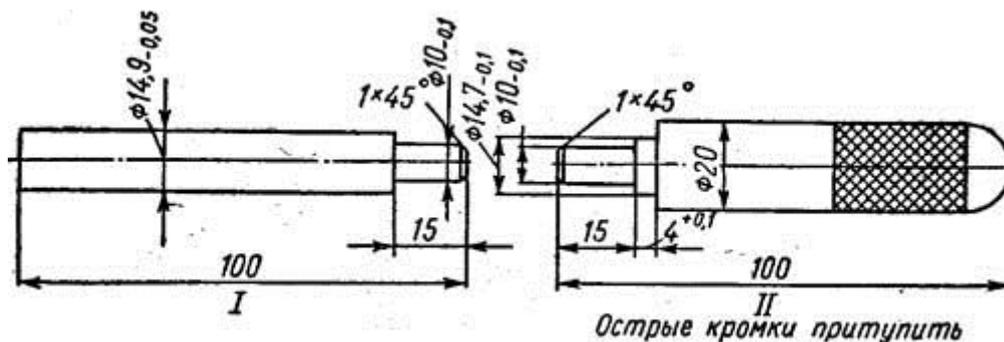

Рис. 100. Оправка для установки поршневого пальца
3. Вставить в палец оправку II (рис. 100).